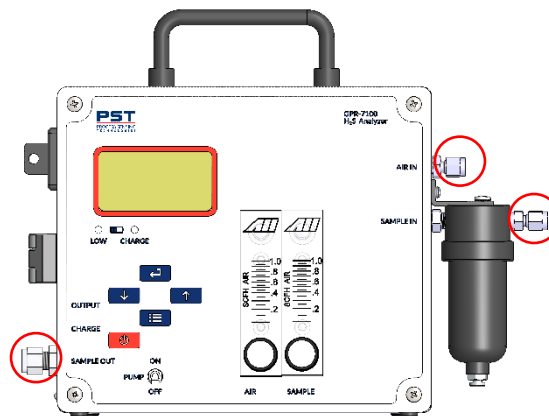

Abbildung 3. Gasanschlüsse
Ihr Analysegerät ist mit drei Gasanschlüssen ausgestattet, die in Abbildung 3 hervorgehoben sind. Beim Modell GPR-7100 sind die Anschlüsse "Sample In" und "Sample Out" beschriftet.
1. Siehe Abbildung 3 auf Seite 9 zur Anschlussbezeichnung.